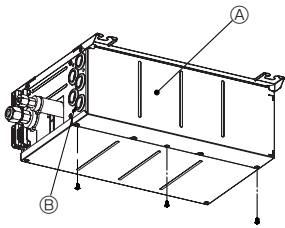

Fig. 8-1
1. Fjern skruerne i dækslet. (Fig. 8-1)